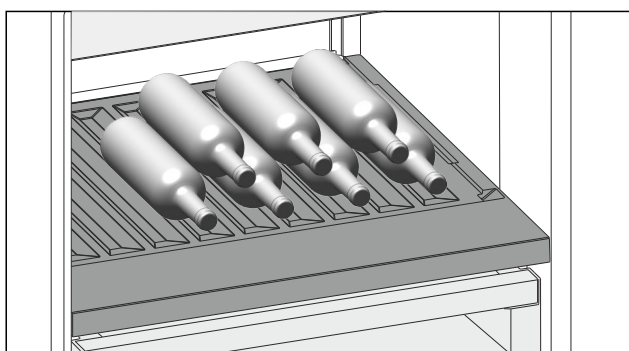

Fig. 114
- ▶ Бутылки укладывайте дном к задней стенке. (см. Fig. 114)